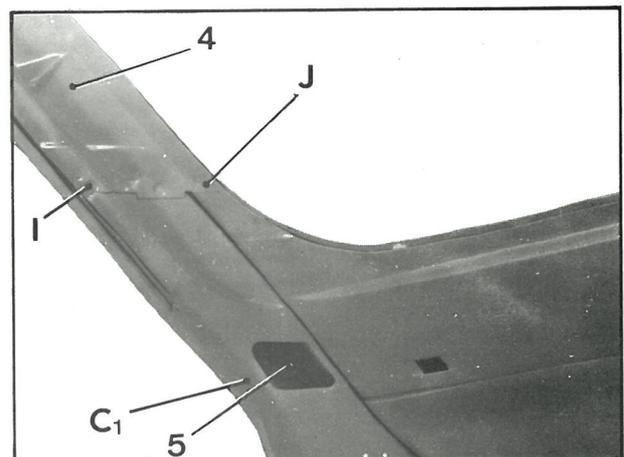

Fig. 4
- en BC (fig. 1) (au travers du trou d'accès (5), fig. 4)